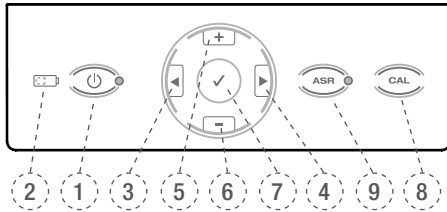

Fig. 4 Clavier
- ou le micromoteur peut également être actionné en pressant la touche **CONFIRMER ✓ (7)**, Fig. 4 pendant 1,5 secondes. Le micromoteur peut être arrêté en appuyant sur n'importe quelle touche ou pédale. Pour économiser la batterie, si le micro-moteur est actionné à l'aide de la touche **CONFIRMER ✓**, il cessera automatiquement après 5 minutes de non utilisation.
Appuyez sur le bouton de **MARCHE/ARRET** pour mettre le dispositif à l'arrêt. La DEL de la batterie (2), Fig. 4 s'éteint, sauf si la batterie est en cours de chargement.
- Maintenez la touche **CAL** (8), Fig. 4 enfoncée.